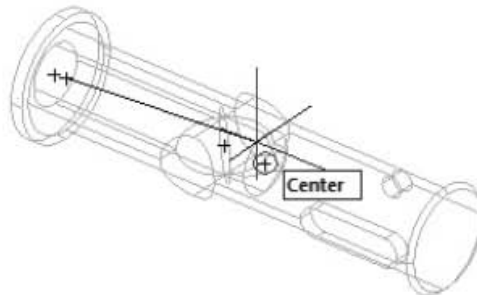

Рис. 12.46. Выбор второй точки на пробке
6. Укажите вторую точку с привязкой Центр (Center) — центр окружности основания продольного отверстия (рис. 12.46):